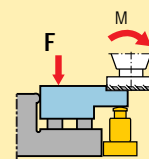

Figure 5c: Pièce à usiner correctement positionnée.
La figure 5c indique comment positionner correctement une pièce à usiner. Pour éviter le basculement de la pièce, le couple « M » transmis de la pièce à usiner (5) au corps à usiner (6) doit être équilibré par un couple antagoniste approprié. Ce couple antagoniste est créé par la force de bridage « F ».